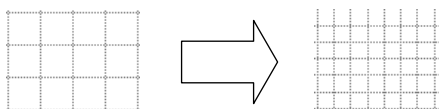

图 4.9.1 向上滚动中键栅格变化
Step3. 修改网格参数。上下滚动中键, 栅格会随之缩小或放大显示, 如图 4.9.1 所示, 但实际栅格参数并未发生变化, 修改栅格参数需进行如下操作:
(1) 修改栅格间距。在 **GRID MODIFY (栅格修改)** 菜单中选择 **Grid Params (栅格参数)** 命令, 再选择 **X&Y Spacing (X&Y坐标单位)** 命令, 在系统提示 **输入新的栅格间距** 下, 输入新的间距值 1, 单击 **✓** 按钮。
(2) 选择 **CART PARAMS (直角坐标系参数)** 菜单中的 **Done/Return (完成/返回)** 命令, 然后单击中键, 退出该菜单。